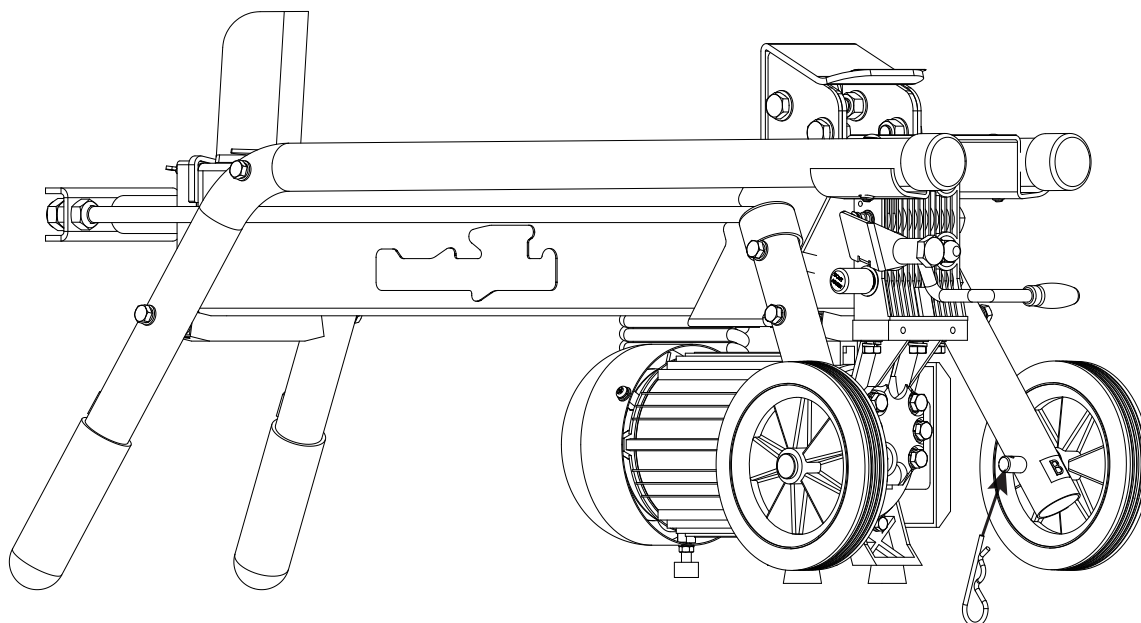

Figura 3
2. Inserte el pasador de horquilla en cada uno de los ejes. **(CONSULTE LA FIGURA 3)**